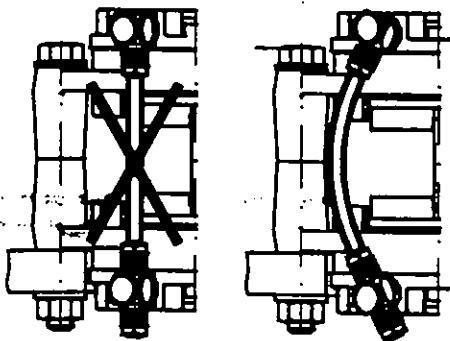

Abb.4
- Den Schlauch entlang der Befestigungsstege der Bremssattelhälften verlegen um ein späteres Wechsel der Bremsklötze zu ermöglichen (Abb. 4).